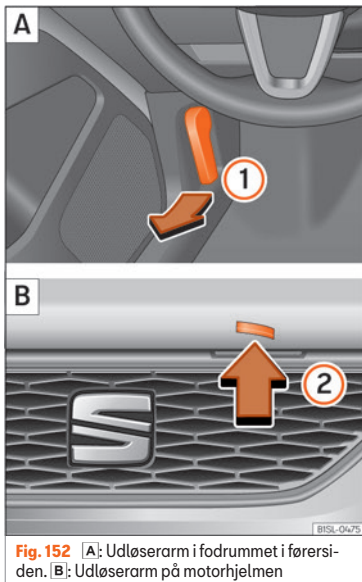

Fig. 152 [A]: Udløserarm i fodrummet i førersiden. [B]: Udløserarm på motorhjelmm
- Åbn døren, og træk i grebet under instrumentpanelet »» Fig. 152 (1).
• For at åbne motorhjelmm helt skal du løfte den en smule og samtidig trykke udløserarmen »» Fig. 152 (2) i pilens retning.